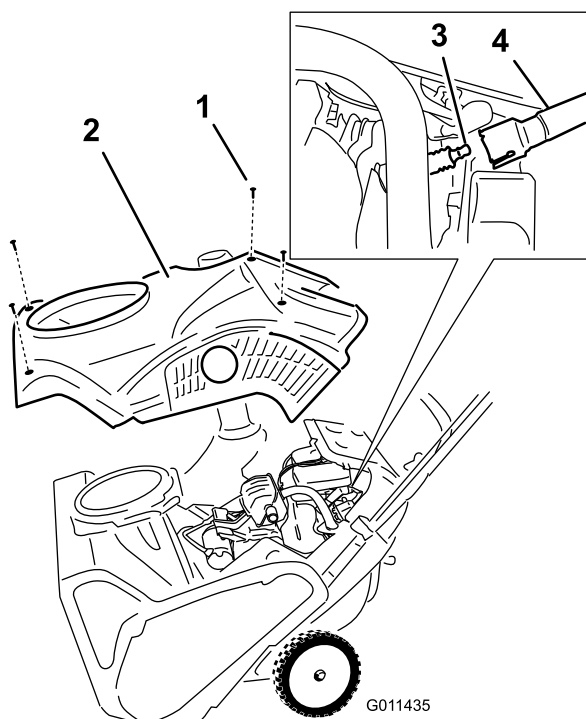

Figure 32
- Grandes vis (3)
- Enlevez les 4 vis de fixation du carénage (Figure 32).
6. Enlevez le carénage (Figure 32).